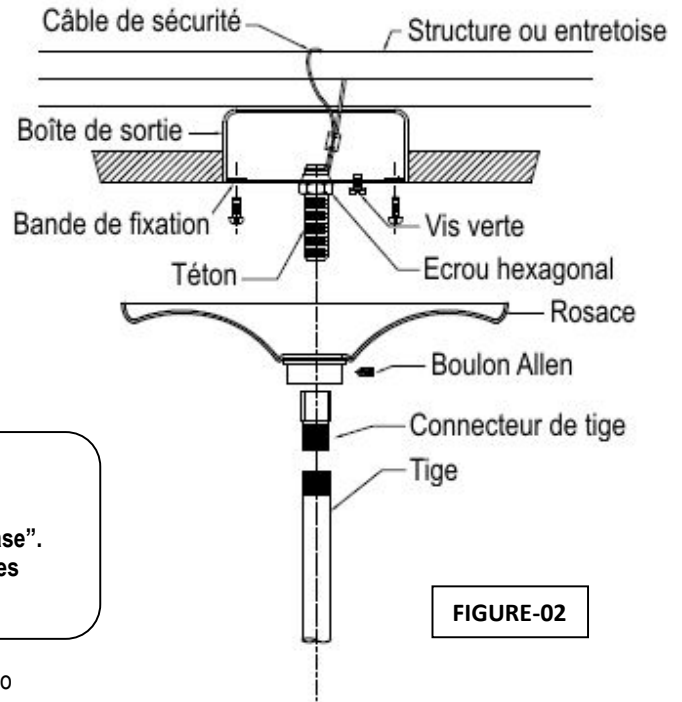

FIGURE-02
- Determine the overall desired length of the fixture by adjusting the stem. Then attach the SAFETY CABLE to the building or structure or brace. (See figure-02)
- Slide the canopy and secure the canopy to the ceiling by tightening the allen bolt. (See Figure-02)
2. Déterminer la longueur hors tout du luminaire désirée en ajustant la longueur de la tige. Ensuite fixer le CABLE DE SECURITE au bâtiment ou à la structure ou à l'entretoise. (Voir FIGURE-02).
6. Faire glisser la rosace et coller celle-ci au plafond en serrant le boulon Allen. (Voir FIGURE-02).